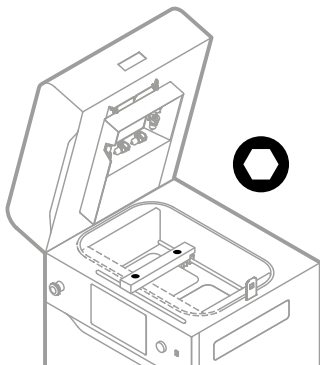

Abb. 12.55 Stelle den Recoater ein und entferne die Schrauben der Abdeckung des Recoaters.
7. Löse mit einem 2-mm-Inbusschlüssel die beiden Schrauben der Abdeckung des Recoaters und nimm sie ab (Abb. 12.55).